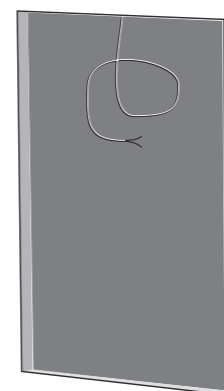

図 3. スピーカーケーブル付き乾式壁カットアウト
3. この場所にスピーカーワイヤーを配線します (図 3)。その時が来たときに接続を確立するために十分なたるみを残してください。スピーカーケーブルを固定して、動作中に動いたりガタガタしたりしないようにします。スピーカーケーブルが釘やネジに触れないように注意してください。電気絶縁が損傷する可能性があります。